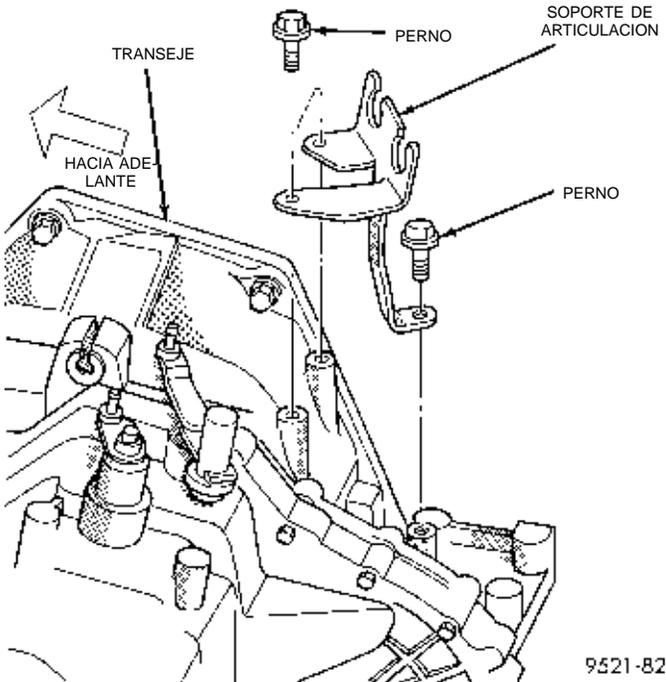

Fig. 26 Pernos del soporte de la articulación
(8) Retire el soporte de instalación del cable de cambio (Fig. 26).
(9) Retire el protector del cable del acelerador (si está equipado).
(10) Retire la ménsula de soporte del tubo múltiple de admisión (si está equipado) y el perno superior del motor de arranque.
(11) Retire los pernos superiores de la caja del convertor.